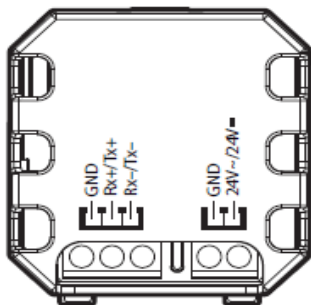

Fig. 3
3. Maak de elektrische verbindingen: zie fig. 3, zorg ervoor dat de polariteit (24V DC, GND) correct is voor gelijkstroom voeding;